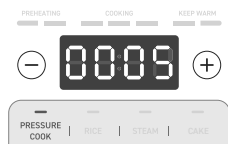

Figure 3.3
4. Sélectionnez **CUISSON SOUS PRESSION** et appuyez sur les boutons – ou + pour régler la durée de cuisson sur 5 minutes. [Figure 3.3]